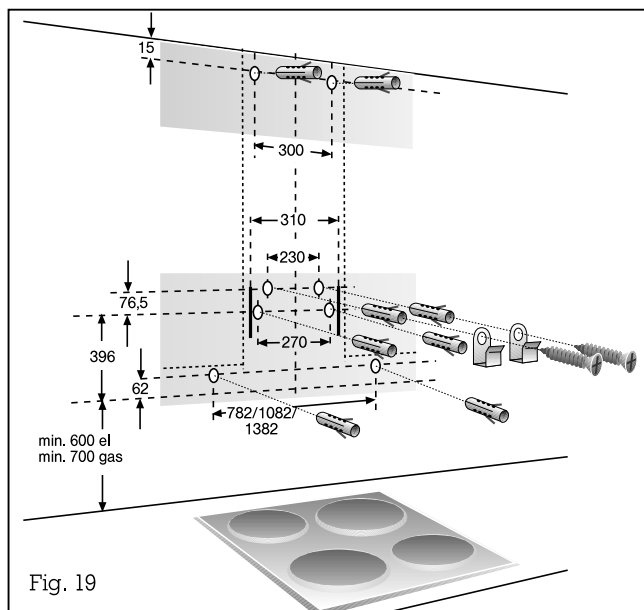

Fig. 19
- Markera med hjälp av en bormall var skruvarna ska sitta i väggen. Rita konturerna av upphängningsområdet. Detta underlättar upphängningen (fig. 19).